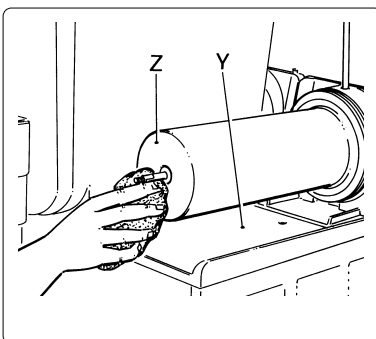

Fig. 15
- e) Lavez soigneusement toutes les pièces, nettoyez bien le plateau (Y) et l'évaporateur (Z) (voir la fig. 15).